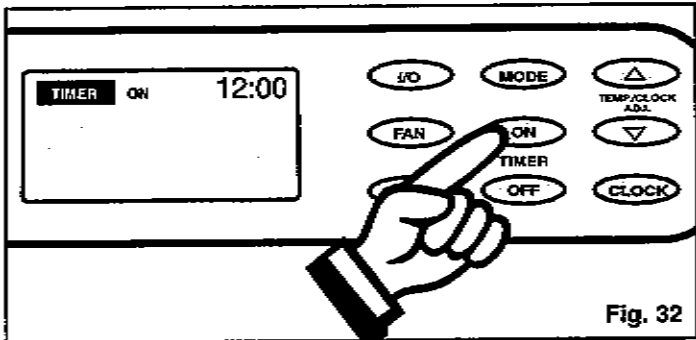
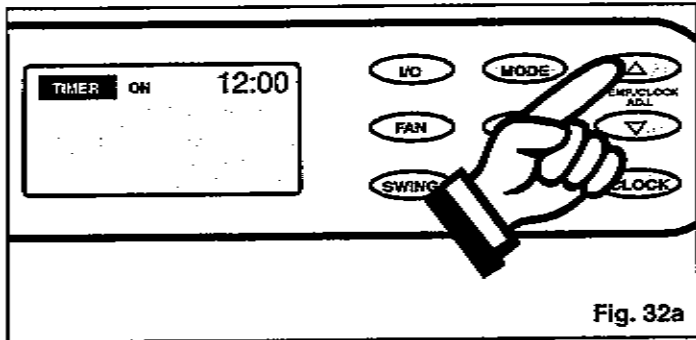

Fig. 32
Fig. 32a
- 7) Appuyez sur la touche **TIMER ON** pour initialiser la séquence de **MISE EN MARCHÉ AUTOMATIQUE**. Fig. 32. L'affichage indique **TIMER ON** et le mot **ON** clignote pendant 5 secondes. Appuyez sur la touche **Δ** ou **▽** pour choisir l'heure de mise en marche du programme **AUTO-ON**. Fig. 32a.